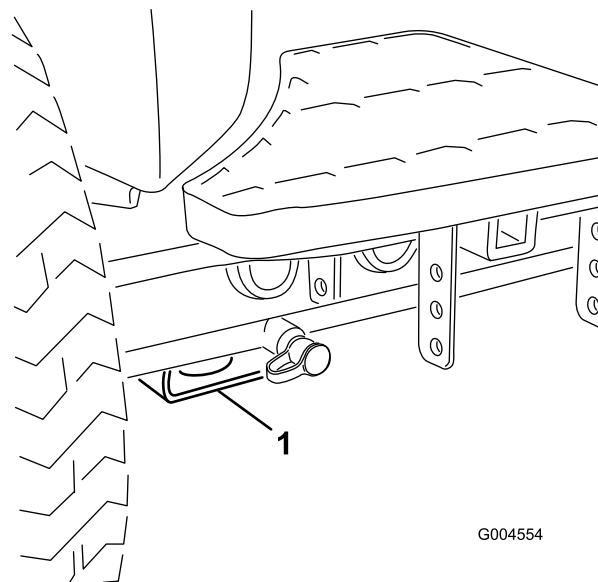

Figura 23
- Delantero – bloque rectangular, debajo del tubo del eje, al interior de cada rueda delantera (Figura 23).